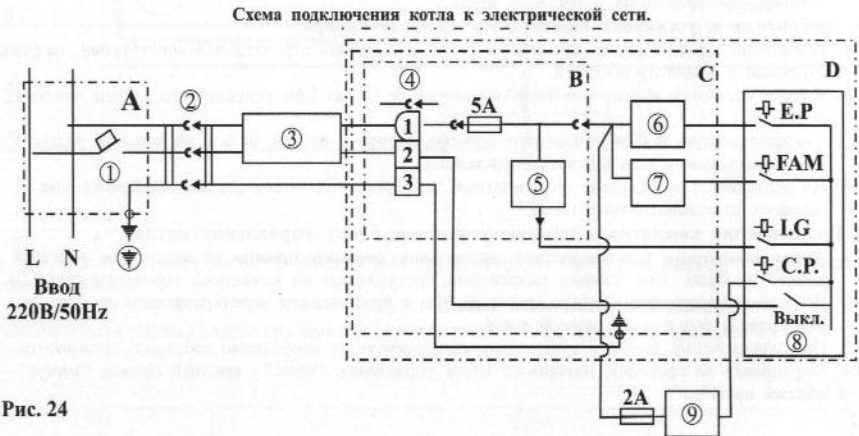
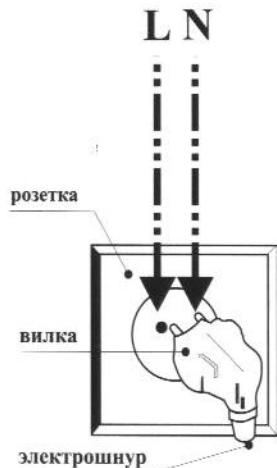

Рис. 24
Рис. 26
2. Подключение котла к электрической сети (Рис. 24).
- 2.1. Подключение котла к электрической сети отапливаемого объекта, как показано на схеме подключения котла к электросети (см. рис. 24 и рис. 26).
- 2.2. Электрическое оборудование котла должно питаться от одного источника электроэнергии и выключаться при помощи одного выключателя (см. рис. 24).
- 3.4. Подачу электропитания на котел выполняет электрический соединитель, состоящий из розеточной и вилочной частей, см. рис. 24 поз.2, и рис. 26. Включение/выключение электропитания автоматики котла выполняет выключатель на блоке управления. Однако, когда выключатель на блоке управления находится в положении “Выключено”, электропитание продолжает обеспечивать работу узла безопасности котла. Котел считается обесточенным, когда вилка отключена от электросети.
6. Порядок включения котла в электророзетку (Рис. 26).
- 6.1. Коммутация проводов на электророзетке выполняется, как показано на рис. 26. Слева от лицевой стороны электророзетки к контактному винту подключается фазовый провод “L”, справа к контактному винту подключается нулевой провод “N”.
В комплекте котла поставляется электророзетка с электровилкой с зануляющим контактом с одной стороны и с разъемным соединением 3PIN (см. поз. 4 на “Схеме подключения котла к электрической сети”, (рис. 24) через питающий провод соединяется со штифтом “L” электровилки (см. рис. 26). Штифт “L” электровилки соединяет ся с гнездом “L” электророзетки.